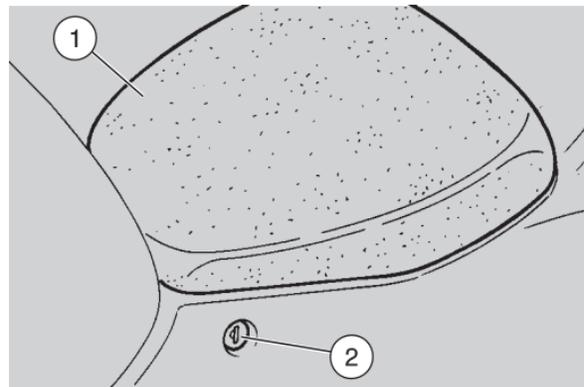

Fig. 8
- Per sbloccare la sella pilota, inserire la chiave di accensione nella serratura (2-Fig. 8) e ruotarla in senso orario.
Sollevarla poi la sella (1-Fig. 8).